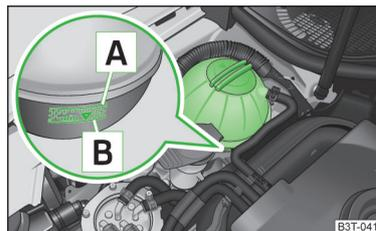

Abb. 164
Zum Nachfüllen nur das Frostschutzmittel verwenden, dessen Bezeichnung auf dem Kühlmittelausgleichsbehälter aufgeführt ist » **Abb. 164 auf Seite 195.**
- Das Kühlmittel nicht über die Markierung **A** auffüllen » **Abb. 164 auf Seite 195.**
Der Kühlmittelausgleichsbehälter befindet sich im Motorraum » **Abb. 164.**
**Bildbeschreibung » Abb. 164**
- Den Kühlmittelstand am Kühlmittelausgleichsbehälter prüfen. » Abb. 164.
Bei betriebswarmem Motor kann das Prüfergebnis ungenau ausfallen. Der Stand kann auch über der Markierung **A** » Abb. 164 liegen.